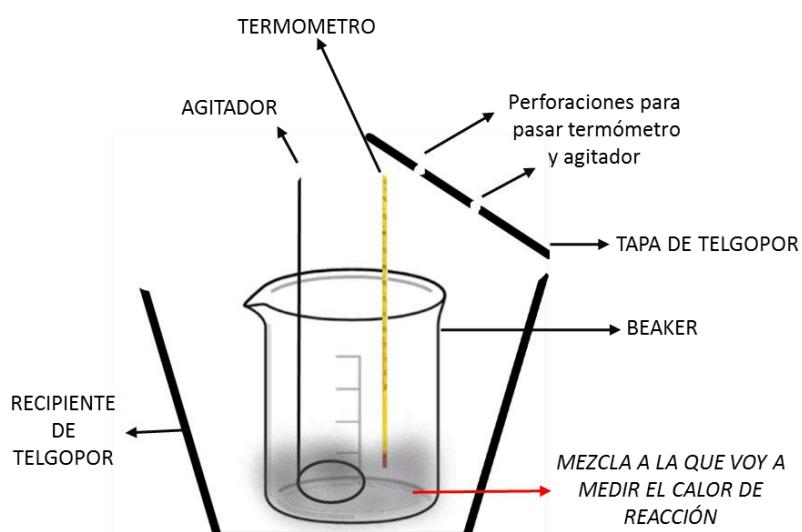

Figura 17. Vaso de Dewar
- a) Armar un calorímetro como indica la figura 17.